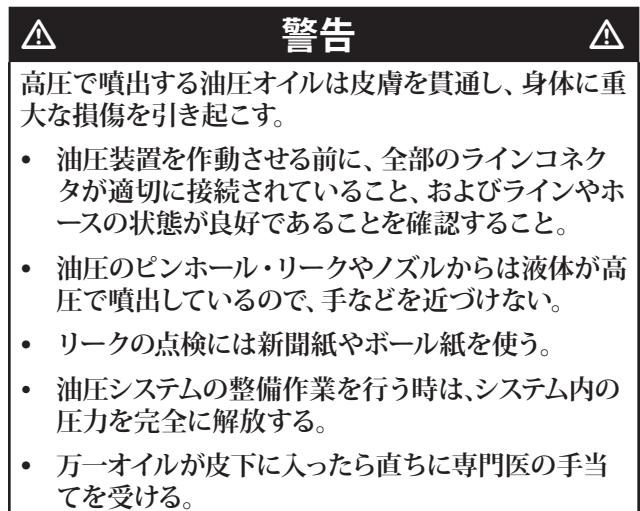

図43
2. 油圧オイルタンクの底面についているホースのうちの1本の周辺をきれいに拭く(図43)。
4. ホースのフィッティングをタンクから外してオイルを容器に受ける(図43)。